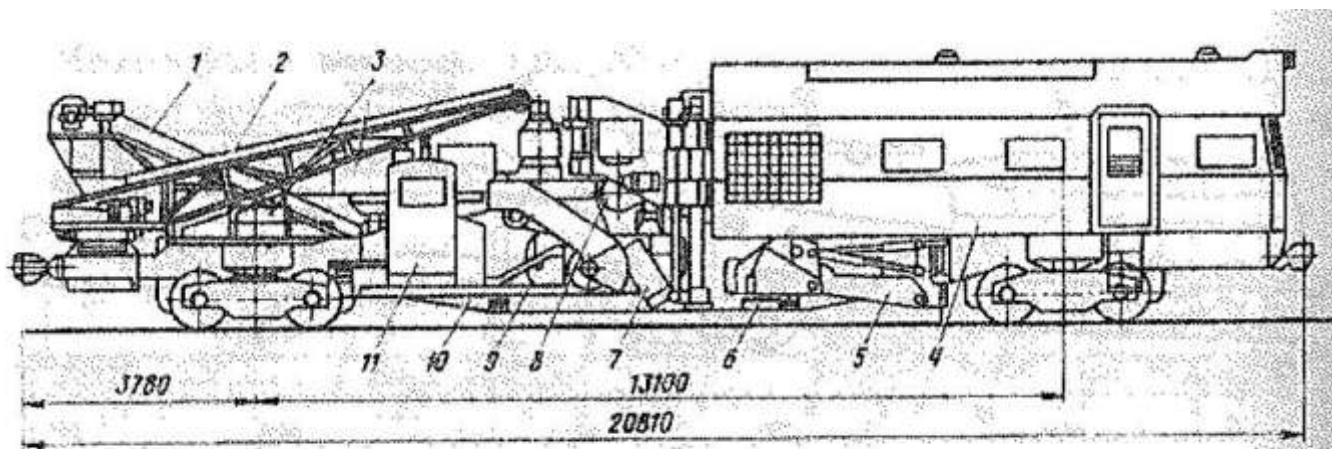

Рис. 6. Железнодорожно-строительная машина ЩОМ ЗУ
14. Что изображено на рис. 6 под № 9
15. Что изображено на рис. 6 под № 1 и №2